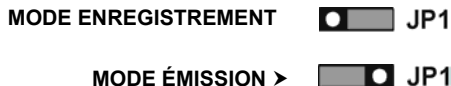

Figure 4 : Configuration Cavalier Mode
- Mettre la sirène en mode Enregistrement en positionnant le Cavalier Mode (JP1) tel qu'illustré à la Figure 4.
- Mettre la sirène en mode Émission en positionnant le Cavalier Mode (JP1) tel qu'illustré à la Figure 4. La sirène transmet un signal à intervalles rapprochés de quelques secondes.